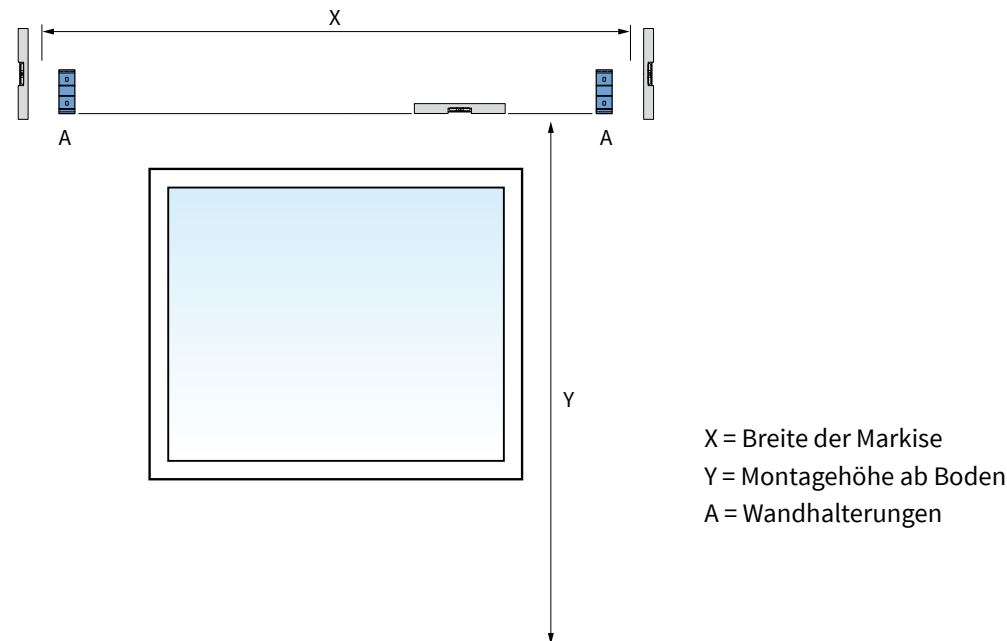
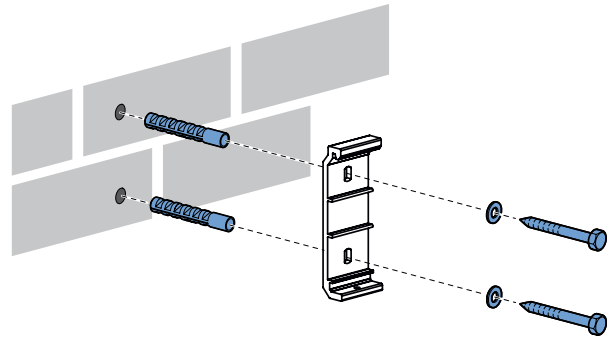

Abb. 1.2 Anbringung der Wandhalterungen
Abb. 1.3 Montage Wandhalterung
Zeichnen Sie die Bohrlöcher der Wandhalterungen (A) an der Wand an. Diese müssen waagrecht und senkrecht wasserwaagengenau ausgerichtet werden. Siehe Abbildung 1.2. Sorgen Sie dafür, dass sich die zwei Montagelöcher je Wandhalterung in der Mitte eines Ziegels befinden. Siehe Abbildung 1.3. Verwenden Sie gegebenenfalls eine Schlagschnur zum Ausrichten.
Montieren Sie die Wandhalterungen und ziehen Sie die Schrauben fest an. Siehe Abbildung 1.3.